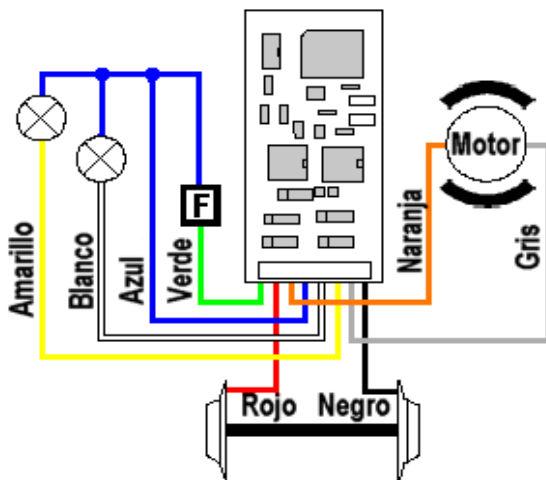
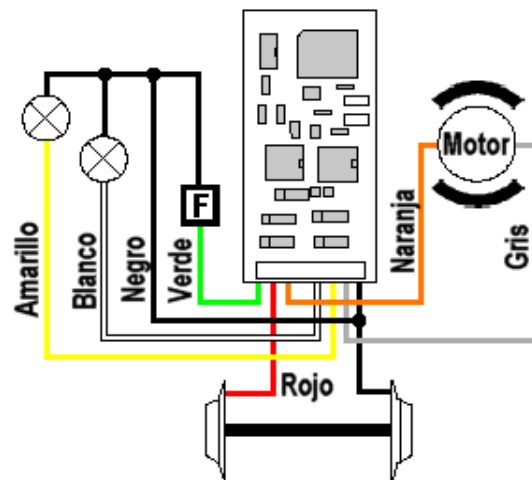

Figura 1: Alambrado del LE102XF utilizando masa tomada de la vía
Figura 2: Alambrado del LE102XF utilizando una masa flotante
Hay dos opciones de instalación eléctrica para instalar el LE102XF-JST, dependiendo de cómo se haya construido la locomotora. Las 3 funciones pueden ser conectadas a la corriente de la vía como muestra la figura 1, o utilizando una masa flotante común como se muestra en la figura 2. También es posible una mezcla de ambas opciones.
Si las bombillas para los faros de locomotora direccionales están flotando (aisladas de los frotadores de las ruedas y del chasis) e hizo la conexión de la figura 2, brillarán con más intensidad comparando con la opción mostrada en la figura 1. Además, los faros de locomotora direccionales funcionarán también operando en los diseños de corriente continua (DC) convencionales.